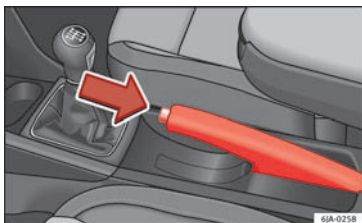

Fig. 173 Midterkonsol: håndbremse
- Træk håndbremsearmen lidt opad, og tryk **samtidig** låseknappen » Fig. 173 ind.